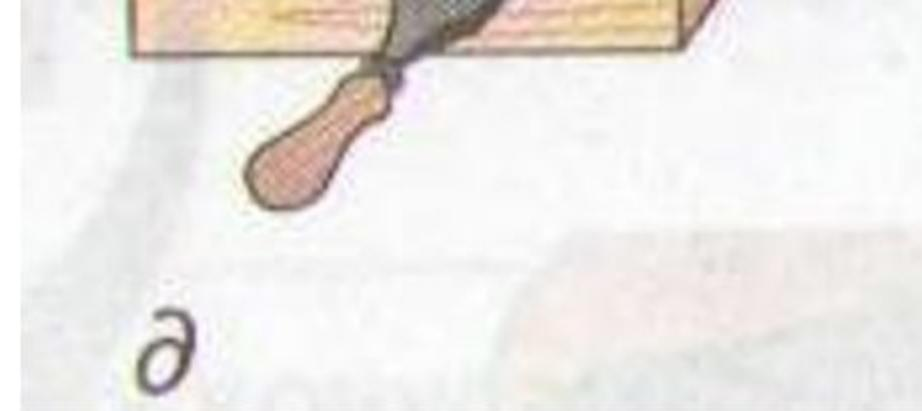

Рис. 1, д
- Окончательно обрабатывают цилиндрическую поверхность с помощью шлифовальной шкурки. При этом один конец заготовки закрепляют в зажиме верстака, а другой обтягивают шлифовальной шкуркой и врачают её. Иногда заготовку обертывают шлифовальной шкуркой, обхватывая левой рукой, в правой врачают её и перемещают вдоль оси вращения (рис. 1,е)